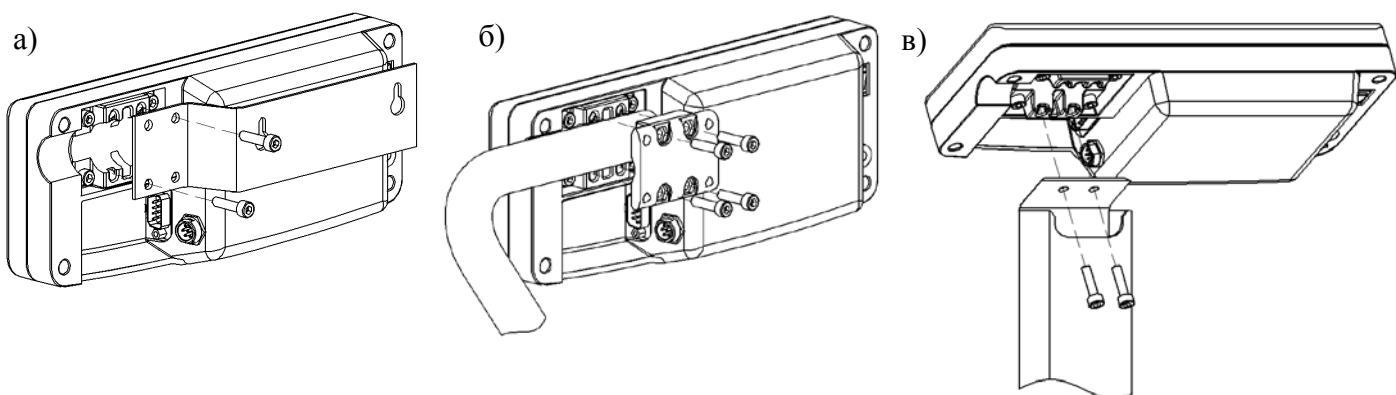

Рис. 6.4 - Варианты крепления устройства индикации:
Варианты крепления устройства индикации приведены на Рис. 6.4.
- Подсоединить двумя винтами M5×20 кронштейн к устройству индикации (Рис. 6.4а).
- Закрепить устройство индикации на стойке кронштейном, затянув четыре винта M5×30 с небольшим усилием (Рис. 6.4 б).
- Закрепить двумя винтами M5×20 устройство индикации на стойке (Рис. 6.4). Излишек кабеля заправить в стойку.